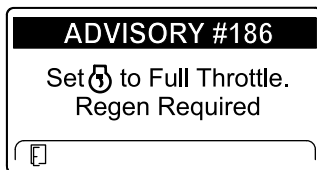

Рисунок 50
**Примечание:** Если температура выхлопа двигателя слишком низкая, на дисплее инфо-центра появится ИНФОРМАЦИОННОЕ СООБЩЕНИЕ № 186 (Рисунок 50), чтобы сообщить, что необходимо установить максимальное положение дроссельной заслонки (высокая частота холостого хода).